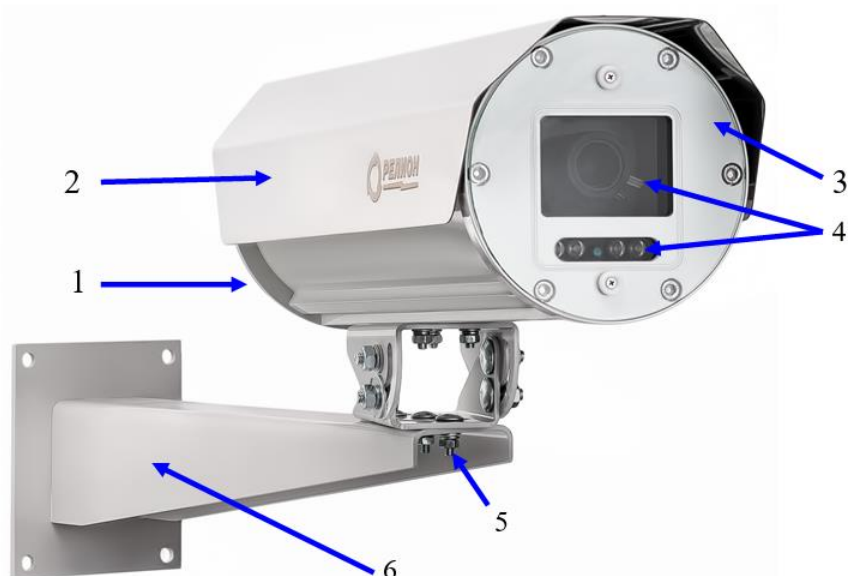

Рисунок 3 – Внешний вид термокожуха
- Открутить винты крепления крепежно-юстировочного устройства (5) и отсоединить от него термокожух, рис. 3;
- Определить место установки и закрепить крепежно-юстировочное устройство (6) к рабочей поверхности;
- Открутить фиксирующие винты и извлечь наполовину основание (заднюю крышку) с шиной из корпуса термокожуха, рис. 3;
- Установить термокожух на крепежно-юстировочное устройство (6) и зафиксировать при помощи болта (5), рис. 3;